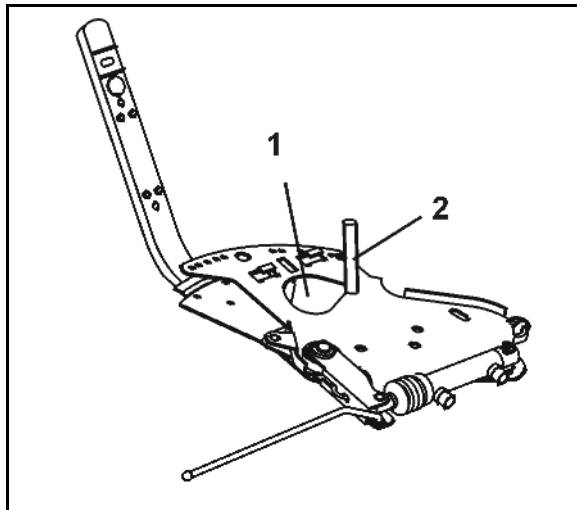

Bild 95
2. Öppna mängdspjället med reglerspaken (Bild 95/1).
4. Sväng reglerspaken på skalan (Bild 95/3) till det tar emot vid bultarna.
5. Fixera reglerspaken med det vridbara handtaget (Bild 95/2).
6. Lossa sexkantskruven (Bild 95/6). Rikta in visaren (Bild 95/5) på skalvärdet "8" och fixera med sexkantskruv. Visarens avläsningskant är (Bild 95/4).